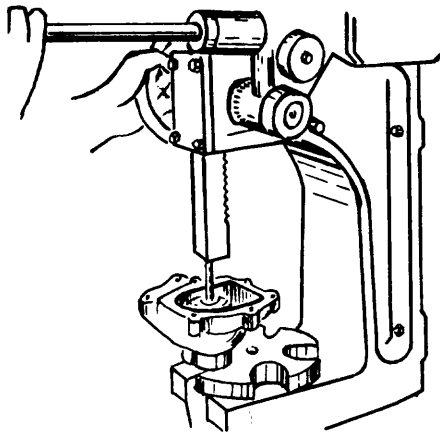

Fig. 3
- c Presione lentamente el eje impulsor en el alojamiento de la bomba, hasta que asiente en su base (fig.3).